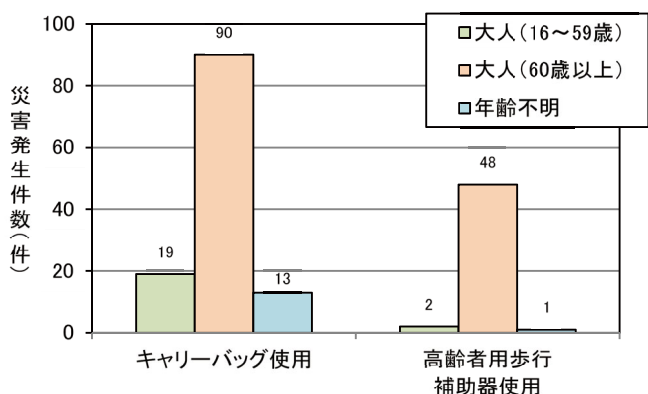

図18 キャリーバッグ、歩行補助器の年齢別災害発生件数 (第9回)
今回の調査から、キャリーバッグ、ベビーカー及び高齢者用歩行補助器を使用した災害件数を集計しているが、ベビーカーによる発生件数は少なかったため(5件)、キャリーバックと高齢者用歩行補助器使用について分析を行った。各々の件数を図18に示す。
- 10) 今回の分析より、キャリーバッグ使用及び高齢者歩行補助器使用における災害分析を実施したが、いずれも大人（60 歳以上）が多い傾向を示した。また、建物用途別の災害件数を確認したところ、キャリーバッグによる災害は交通機関が顕著に多かった。[図 18、19、20、21]